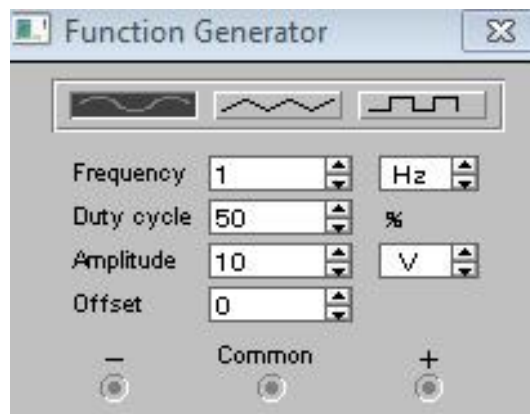

Рисунок 4.37 – Параметри функціонального генератора
1.2. Встановити такі параметри функціонального генератора (рис. 4.37):